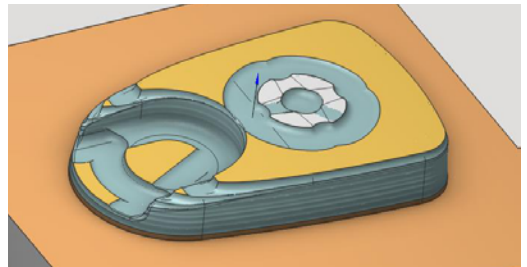

Рис. 3-22. Список поверхностей рабочего задания.
На вкладке **Рабочее задание** нажмите параметр **Поверхности** (1 на рис. 3-22). Все выбранные грани будут указаны в списке (2). Выберите снова ненужные грани и нажмите **Удалить** (3). Они будут удалены из списка. Должно быть как на рис. 3-22. Задайте тороидальную фрезу диаметром 12 мм с радиусом кромки 3 мм.
В Рабочем задании снова выберите поверхности как на рис. 3-22. Рассчитайте операцию.